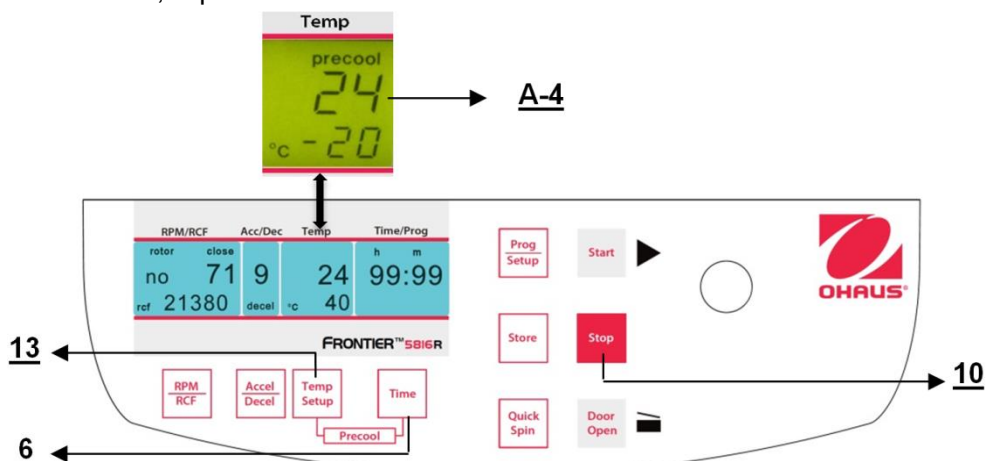

Figure. 20
Si les échantillons sont sensibles à la température, il est utile de pré-refroidir la centrifugeuse, le rotor et finalement les godets à la température requise de fonctionnement. Pour ce faire, insérer le rotor retenu et prédéfinir la température correspondante. En appuyant simultanément sur les touches "**Temp/Setup**" (13) (voir la figure 20) et "**Time**" (6), l'utilisateur démarrera une centrifugation. Pendant le fonctionnement, l'unité choisit automatiquement une vitesse de rotation équivalente à 20 % de celle autorisée du rotor inséré. Après avoir atteint la température prédéfinie, il est possible de quitter le pré-refroidissement avec la touche "**Stop**" (10).